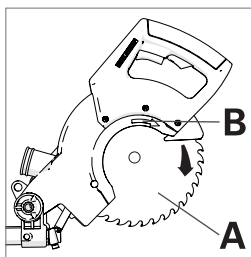

Fig. 19
Monte el nuevo disco en la brida interior asegurándose de que quede correctamente colocado en el reborde de la brida y, a continuación, coloque lentamente el protector inferior del disco en su posición original de cierre. Asegúrese de que la flecha indicadora de sentido de giro del disco (A) coincide con la flecha que indica el giro en sentido horario en el protector superior (B). (Fig. 19)